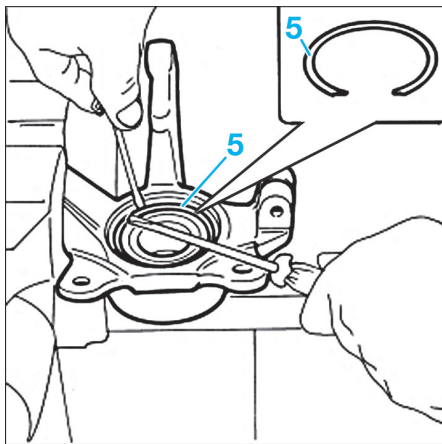

FIG. 14
- Retirer le circlips (5) de butée du roulement (Fig.14).